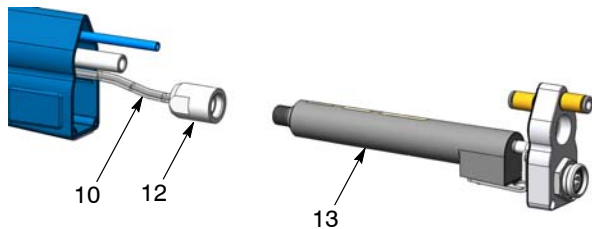

Fig. 28 Déconnexion du câble de l'électrode
3. Voir la figure 28. Dévisser l'écrou du multiplicateur (12) et débrancher le câble de l'électrode (10) du multiplicateur (13).
5. Pistolets à fixation sur tube : Voir la figure 28. Insérer l'extrémité à ressort du câble d'électrode (10) dans le creux du multiplicateur jusqu'à ce qu'il vienne en butée, puis serrer fermement l'écrou du multiplicateur (12).